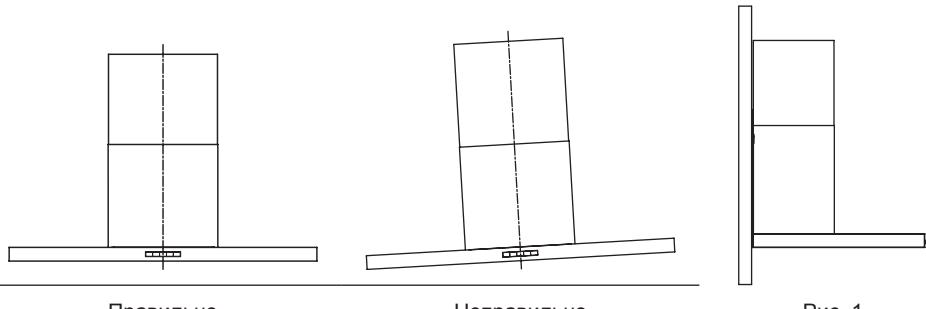

Рис. 1
- Убедитесь, что кронштейн размещен строго горизонтально во избежание накопления жира на одном из его концов. См. Рис. 1.